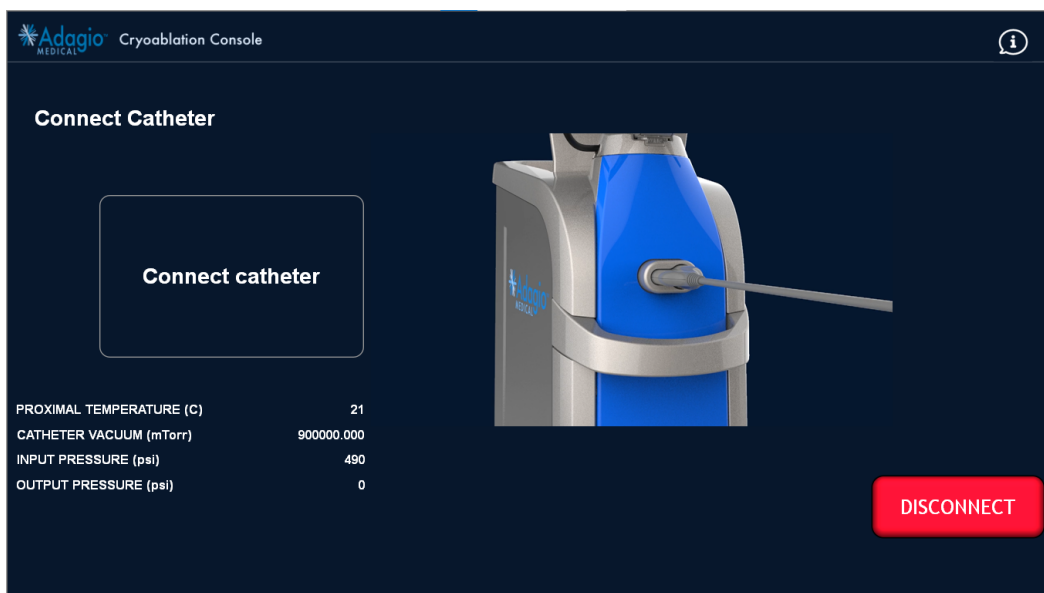

Figure 84 – Écran de branchement du cathéter
6. Brancher le cathéter comme illustré sur l'écran (Figure 84). Si le branchement du cathéter échoue, appuyer sur le bouton « DISCONNECT » (DÉBRANCHER).